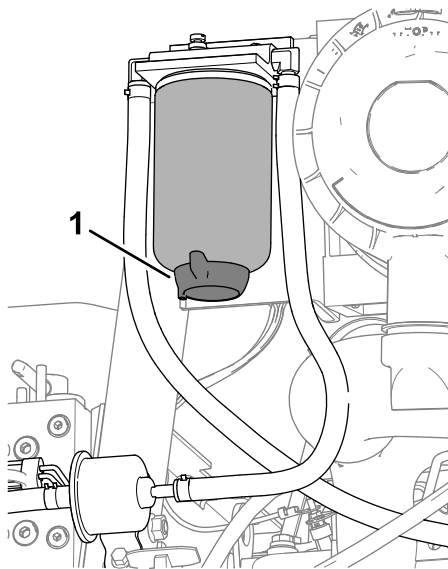

Figure 82
3. Placez un bac de vidange sous le filtre séparateur eau-carburant (Figure 82).